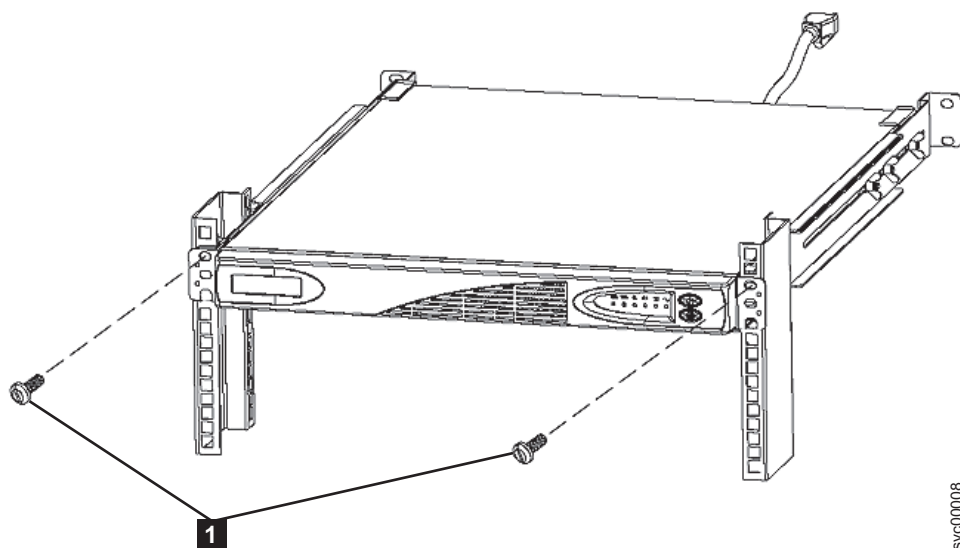

図 58. 無停電電源装置 5115 の取り付けねじの取り外し
5. UPS 5115 の前面で、2 つの取り付けねじ **1** を取り外します。図 58 を参照してください。